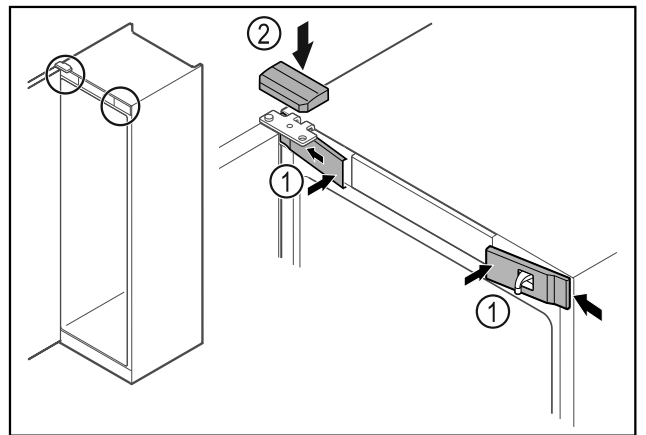

Fig. 52
- ▶ Передні кришки Fig. 52 (1) зачепити збоку та зафіксувати.
- ▶ Зафіксуйте верхню кришку Fig. 52 (2) зверху.